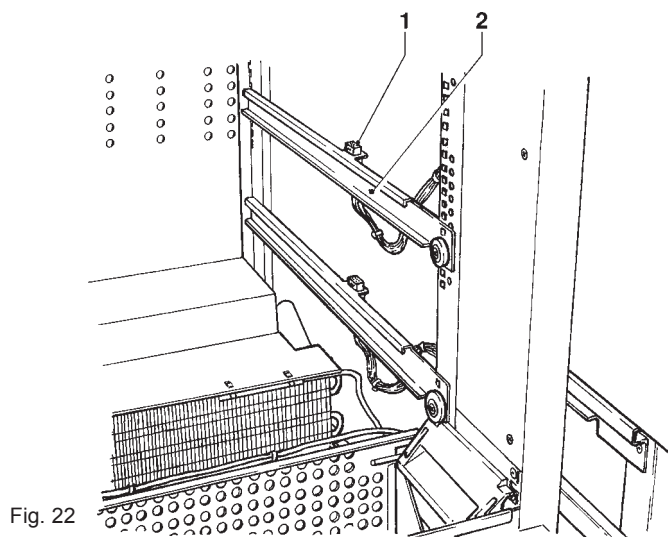

Fig. 22
- Spostare le guide (vedi fig. 22) poste sui supporti laterali tranne le prime in basso che rimangono nella stessa posizione.